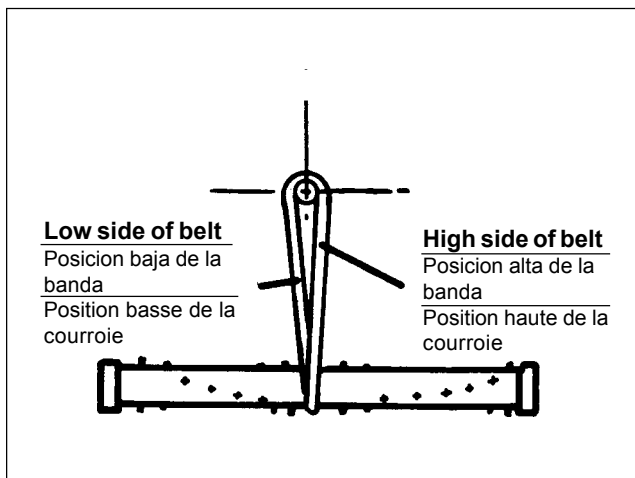

Fig. 14
6. Twist the belt towards the right and place around motor nut. The higher end of the belt must be on the right side, and the lower end on the left side, as shown in the drawing below (Fig. 14). Rotate brush to ensure belt is positioned correctly.
6. Tuerza la banda hacia la derecha y acomódela alrededor de la tuerca del motor. La parte alta de la banda debe localizarse del lado derecho mientras que la parte baja del lado izquierdo, como se demuestra en el dibujo (Fig. 14). Gire el cepillo para asegurarse que la banda esté colocada correctamente.
6. Tournez la courroie vers la droite et positionnez-la hauteur de l'écrou du moteur. La partie haute de la courroie doit se placer du côté droit tandis que la partie basse de côté gauche, comme le montre la figure 14. Tournez la brosse pour s'assurer que la courroie est placée correctement.